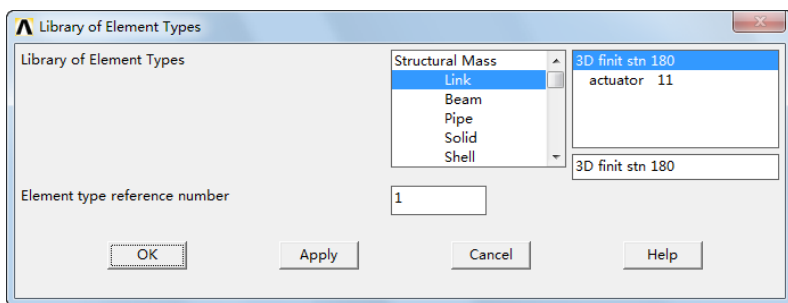

图 9-21 单元类型选择对话框
②定义单元类型：Main Menu > Preprocessor > Element Type > All/Edit/Delete，出现“Element Types”对话框，单击“Add”按钮，弹出“Library of Element Types”对话框，如图 9-21 所示，在左边的列表中单击“Structural Link”，在右边的列表中单击“3D finite stn 180”选项，单击“OK”按钮。单击“Element Types”对话框的“OK”按钮，关闭该对话框，最后单击“Close”按钮关闭“Element Types”对话框。